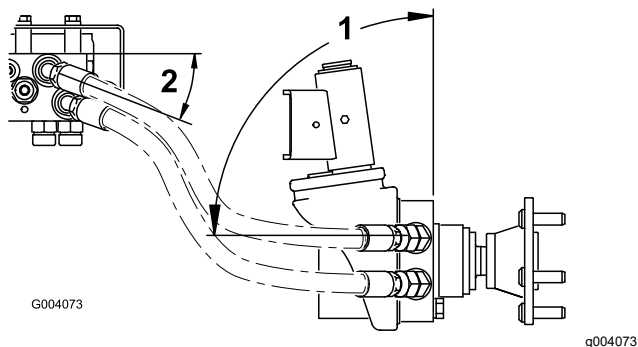

Figura 8
- Repita el procedimiento con el motor de rueda derecho. Posicione las mangueras según se muestra en Figura 8 y apriete todos los acoplamientos de las mangueras.